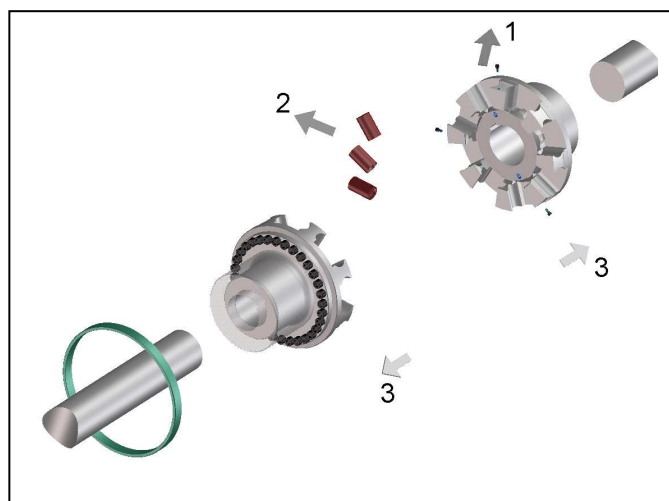

Bild 4
- Lösen Sie die Halteschrauben am äußeren Umfang des Halterings (Bild 4, Pos. 1) und legen Sie diesen auf dem dieser Nabe gegenüberliegenden freien Wellenende ab.
- Nehmen Sie die elastischen Puffer heraus (Bild 4, Pos. 2).
- Ziehen Sie die Kupplungsnaben in der vorgesehenen Position auf die Wellenenden auf (Bild 4, Pos.3).